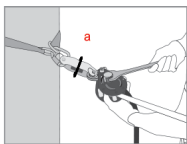

Fig. 4
Automatiquement la came (8) et le levier de came (4) doivent venir en contact avec le cordage. Rabattez le levier de came (4), puis, par l'intermédiaire d'une clé adaptée, appliquez la tension sur l'axe de réglage tension (1) jusqu'à ce que la rondelle témoin de tension (a) placée sur le témoin de tension (2) tourne librement (**Fig. 4**). Dès que celle-ci est libre de mouvement, NE PAS SERRER PLUS ! Cela correspond à une pré-tension sur la ligne de 0.5 kN environ. En utilisation, vérifiez régulièrement cette tension (rotation de la rondelle témoin de tension) et ajustez si nécessaire comme expliqué ci-dessus.